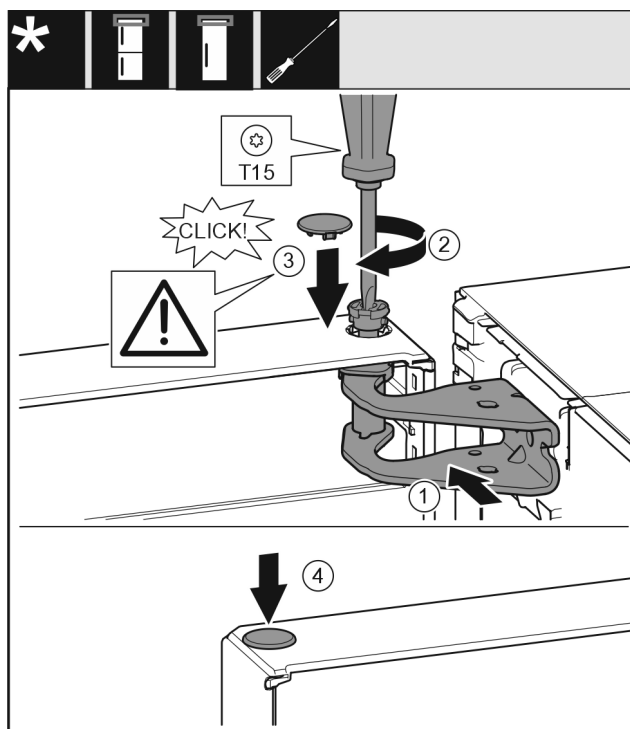

Fig. 22
- Allineare la porta superiore all'apertura nella staffa di supporto Fig. 22 (1).
- Inserire i perni Fig. 22 (2) e stringerli con un cacciavite.
- Inserire la copertura Fig. 22 (3).
- Controllare che la copertura Fig. 22 (3) poggi sulla porta.
- Inserire la copertura Fig. 22 (4).